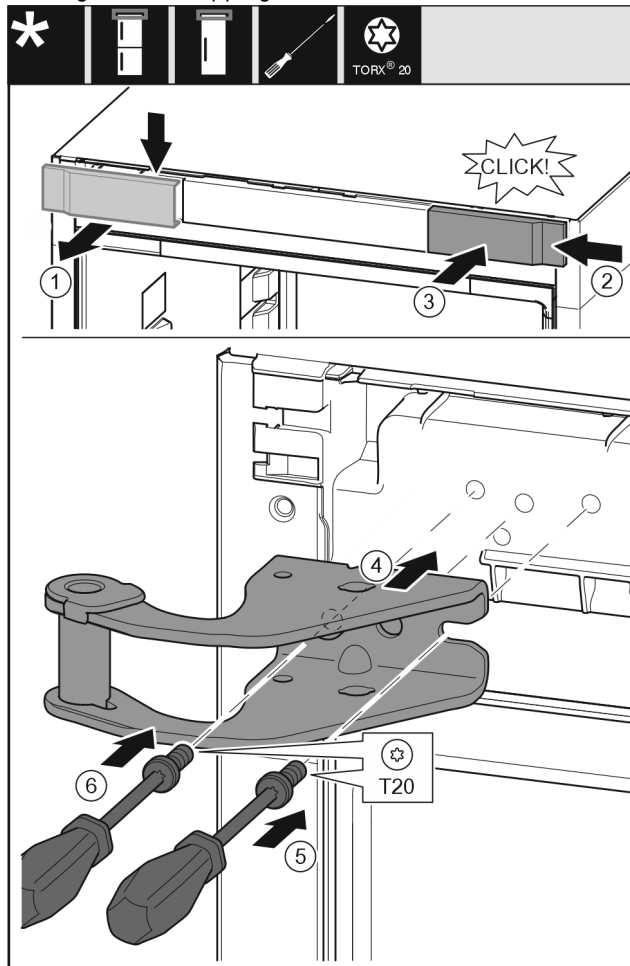

Fig. 14
- ▶ Ta av dekselet ovenfra og fremover. Fig. 14 (1)
- ▶ Monter dekselet fra høyre, dreid 180°, på den andre siden. Fig. 14 (2)
- ▶ La dekselet klikke på plass. Fig. 14 (3)
- ▶ Sett på den øvre lagerbukken. Fig. 14 (4)
- ▶ Sett skruen på og skru den fast med skrutrekker T20. Fig. 14 (5)
- ▶ Sett skruen på og skru den fast med skrutrekker T20. Fig. 14 (6)